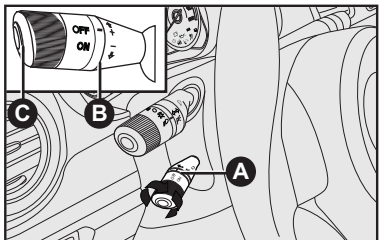

fig. 49
## - Comandos - fig. 49
O piloto automático é comandado pela alavanca **A-fig. 49**.
A extremidade da alavanca **A-fig. 49** pode assumir duas posições:
Um breve toque na alavanca **B-fig. 49**, para cima (+) permite aumentar a velocidade memorizada.
Um breve toque na alavanca **B-fig. 49**, para baixo (-) permite diminuir a velocidade memorizada.
A cada acionamento da alavanca **B-fig. 49** a velocidade aumenta ou diminui cerca de 1 km/h.
Após o desligamento automático do dispositivo, o botão **C-fig. 49** permite restabelecer a velocidade memorizada.
**ATENÇÃO:** girando a chave da ignição na posição **STOP**, ou a extremidade da alavanca **A-fig. 49** na posição **OFF**, a velocidade memorizada é cancelada e o sistema desligado.
A extremidade da alavanca **A-fig. 49** pode ser deixada constantemente na posição **ON** sem danificar o dispositivo. No entanto, recomenda-se desativar o dispositivo quando o mesmo não for utilizado, girando o comutador na posição **OFF** para evitar memorizações acidentais de velocidade.
- girar a extremidade da alavanca **A-fig. 49** em **ON** e pisando no pedal do acelerador, levar o veículo à velocidade desejada;
- pressione o botão **C-fig. 49**.
- posicionando a alavanca **A-fig. 49** de modo momentâneo em (+).
- posicionando a alavanca **A-fig. 49** em (-) até o alcance da nova velocidade que permanecerá automaticamente memorizada.
Girar a extremidade da alavanca **A-fig. 49** em **OFF** ou a chave de ignição na posição **STOP**.